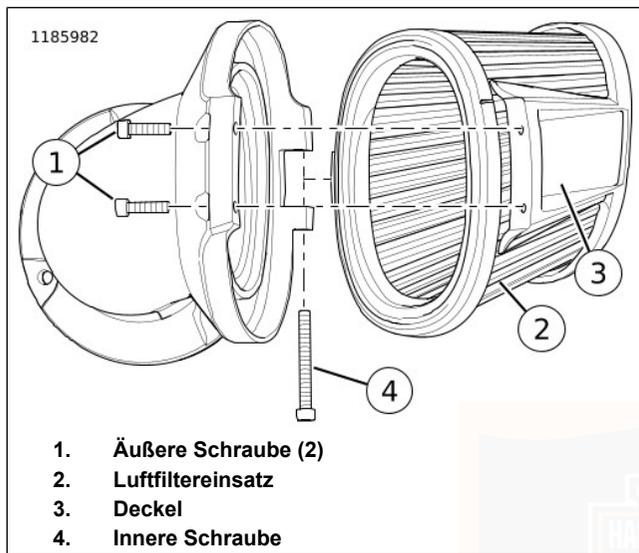

Abbildung 63. Luftfilter: Kegel
1. Siehe Abbildung 63. Die Luftfilterabdeckung entfernen.
- a. Die beiden äußeren Schrauben (1) entfernen.
- b. Die innere Schraube (4) entfernen.
- c. Die Luftfilterabdeckung (3) und den Luftfiltereinsatz (2) ausbauen.
1. Siehe Abbildung 63. Den Luftfiltereinsatz (2) in die Abdeckung (3) einsetzen.
- a. Die innere Schraube (4) einsetzen. Festziehen.